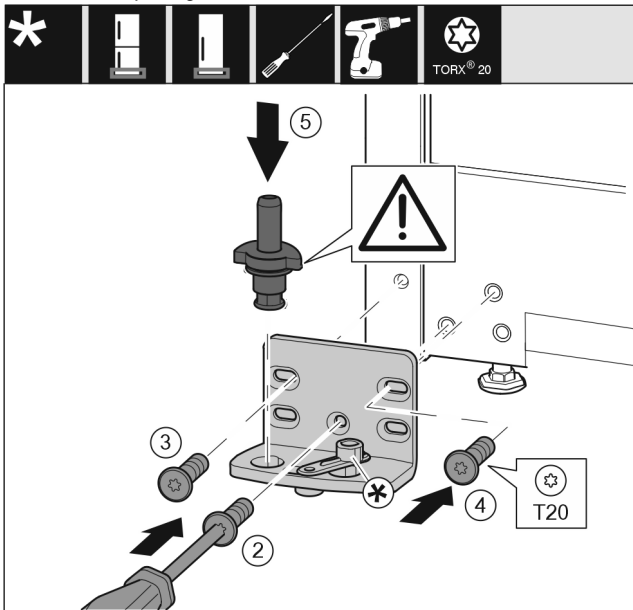

Fig. 36
- ▶ Ložiskovú konzolu nasadíte na druhú stranu a priskrutkujete ju pomocou skrutkovača T20. Začnite skrutkou 2 dole v strede. *Fig. 36 (2)*
- ▶ Pevne zaskrutkujte skrutku 3 a 4. *Fig. 36 (3,4)*
- ▶ Ložiskový čap úplne nasadíte. Dbajte pritom na to, aby zaistovací doraz ukazoval smerom dozadu. *Fig. 36 (5)*